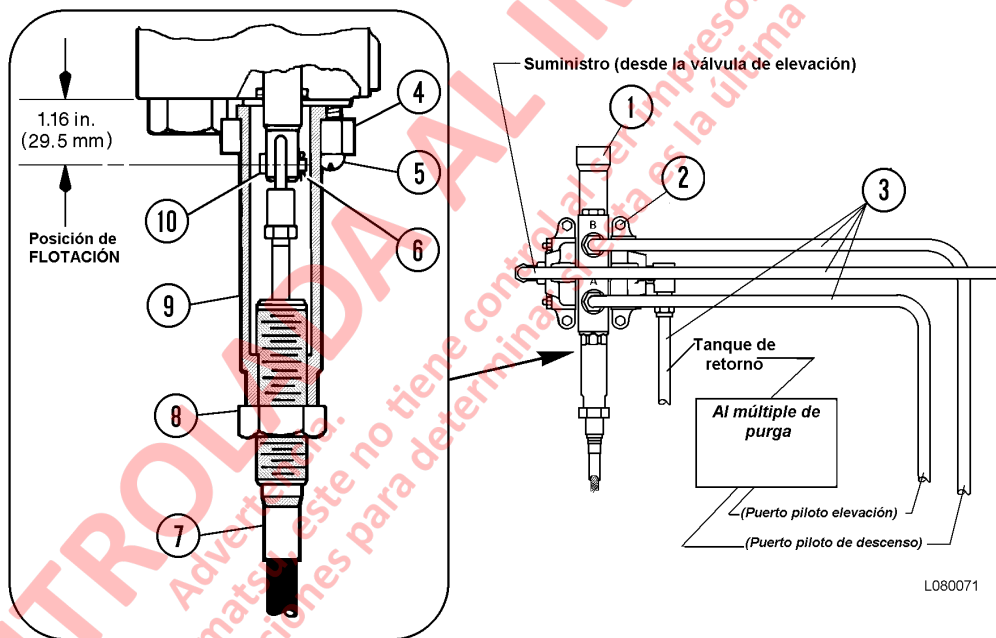

FIGURA 8-12. TUBERÍAS Y VÁLVULA PILOTO DE ELEVACIÓN
2. Desconecte las líneas hidráulicas (3, Figura 8-12) en la válvula piloto de elevación (1) ubicada en el gabinete de componentes hidráulicos en la parte posterior de la cabina. Saque los tornillos (5).
3. Suelte y desatornille la contratuerca (8). Desatornille la camisa (9) hasta que el pasador de horquilla (6) y el pasador (10) queden expuestos.
5. Desmonte el accesorio de montaje de la válvula piloto de elevación (2) y saque la válvula del gabinete. Consulte desarme de la válvula piloto de elevación para ver las instrucciones de reparación.
1. Coloque la válvula piloto de elevación (1, Figura 8-12) en su posición en el soporte de montaje. Asegure la válvula en su lugar con un accesorio de montaje (2).
2. Coloque las líneas hidráulicas (3) en los puertos de la válvula y ensamble los acoples. Apriete firmemente las conexiones de la línea hidráulica.
4. Alinee la argolla del cable de control con el orificio del carrete de la válvula piloto e inserte el pasador (10). Fije el pasador en el lugar con un pasador de dos patas (6).
5. Atornille la camisa (9) hacia arriba hasta que haga contacto con el cuerpo de la válvula. Coloque la brida (4) en posición y asegúrela con tornillos (5).
6. Atornille la tuerca de bloqueo (8) en la camisa. Apriétela firmemente.